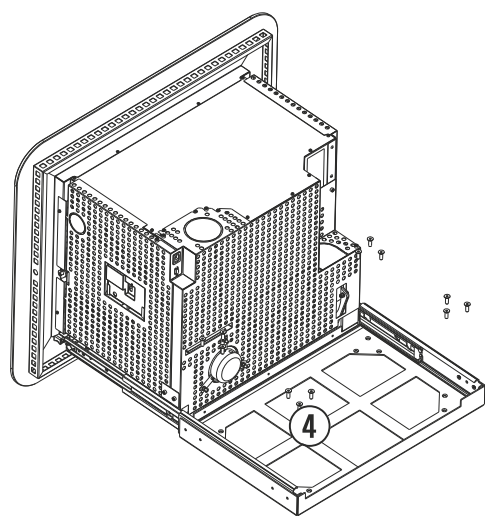

Figuur 9
**4.15.** Aanbrengen van 4 poten die samen een rechthoek vormen met de zij- en voorsteunen zoals aangegeven in figuur 9.